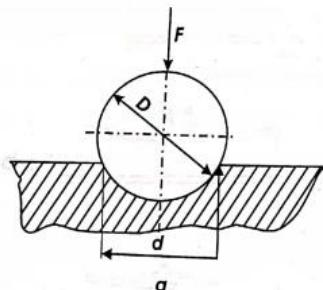

Fig. 4.1 Determinarea durității prin metoda Brinell
**Metoda Brinell** constă în penetrarea suprafeței materialului a cărui duritate vrem să o determinăm cu o bilă din oțel (Fig. 4.1) cu diametrul  $d$  de 2,5 mm, 5 mm, 10 mm, cu o forță de apăsare cuprinsă între 62,5 daN și 3000 daN. Timpul de apăsare este de 15 secunde. După acest timp se îndepărtează bila de pe suprafața materialului, rămânând o amprentă de formă unei calote sferice cu diametrul  $d$ , măsurat cu o riglă gradată.